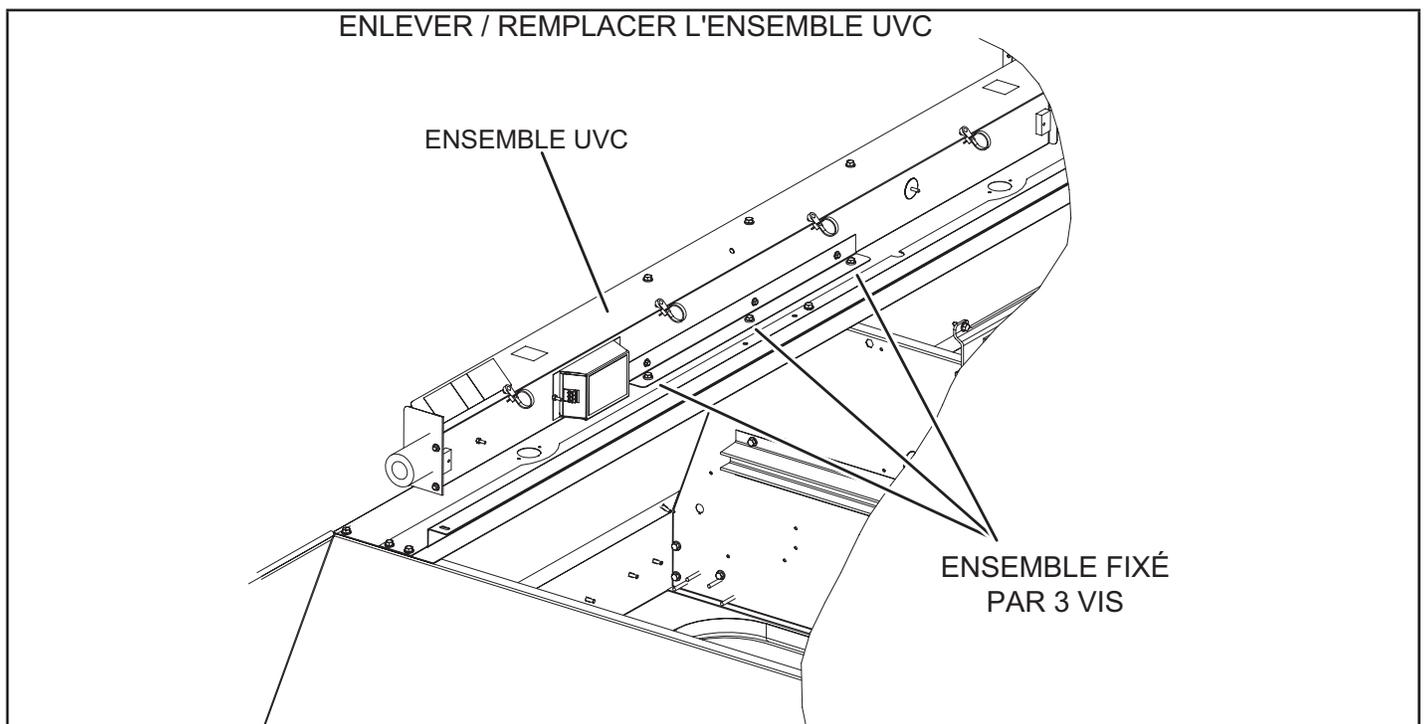

FIGURE 53
- 5 - Retirer et conserver les 3 vis qui fixent l'ensemble UVC. Sortir délicatement l'ensemble UVC en le faisant glisser par la porte d'accès au ventilateur. Voir FIGURE 53.